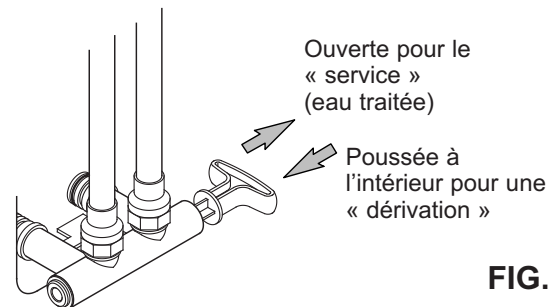
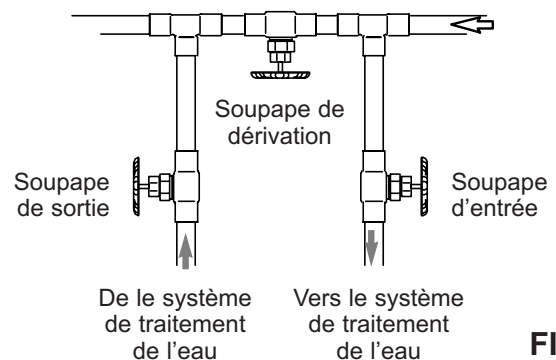

FIG. 7
FIG. 8
Installez une soupape de dérivation simple (incluse), de la manière illustrée à la figure 7, ou, si telle est votre préférence, le système de dérivation à trois robinets (pièces non incluses) en vous reportant à la figure 8. Les robinets de dérivation vous permettent de couper l'eau alimentant le système, au besoin, pour effectuer des travaux d'entretien tout en continuant d'avoir de l'eau dans les tuyaux.
ATTENTION : Le tuyau d'eau froide (en métal) d'une maison est souvent utilisé pour assurer la mise à la terre du circuit électrique de l'habitation. Le mode d'installation de la soupape de dérivation triple illustré à la Figure 8 maintiendra la continuité de la mise à la terre. Si vous utilisez des soupapes de dérivation en plastique sur l'appareil, la continuité sera rompue. Pour rétablir la mise à la terre, procédez comme suit :
3. Placez la ou les soupapes de dérivation en position « dérivation » (voir les figures 7 et 8). Sur une soupape simple, glissez la manette vers l'intérieur pour la dérivation. Pour une soupape de dérivation triple, fermez les robinets d'entrée et de sortie et ouvrez la soupape de dérivation.